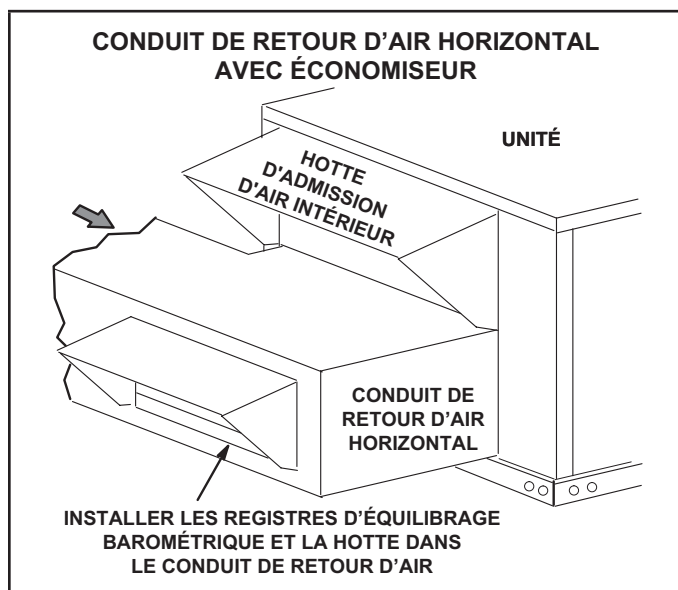

FIGURE 5
- 5 - Installer le conduit de retour d'air sous l'admission d'air extérieur. Voir la FIGURE 5. Installer le registre d'équilibrage barométrique dans la hotte inférieure et l'installer dans le conduit comme indiqué à la FIGURE 5.